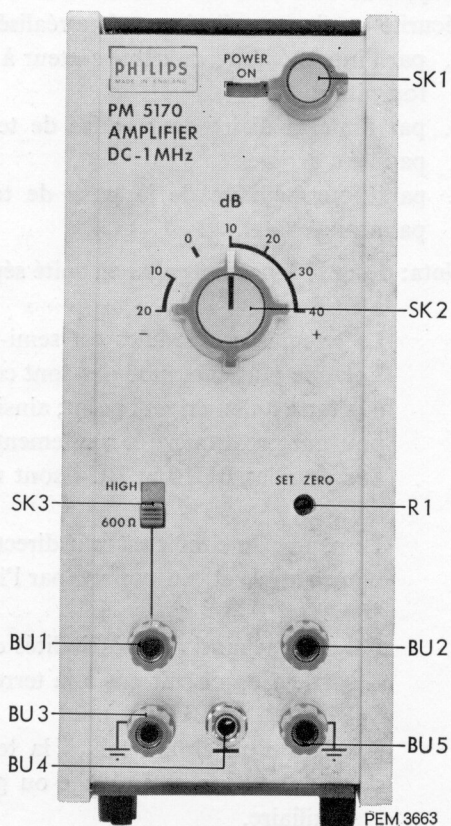

Fig. 3.
B. MISE A LA TERRE (fig. 3 et 4)
(voir fig. 3 et 4)